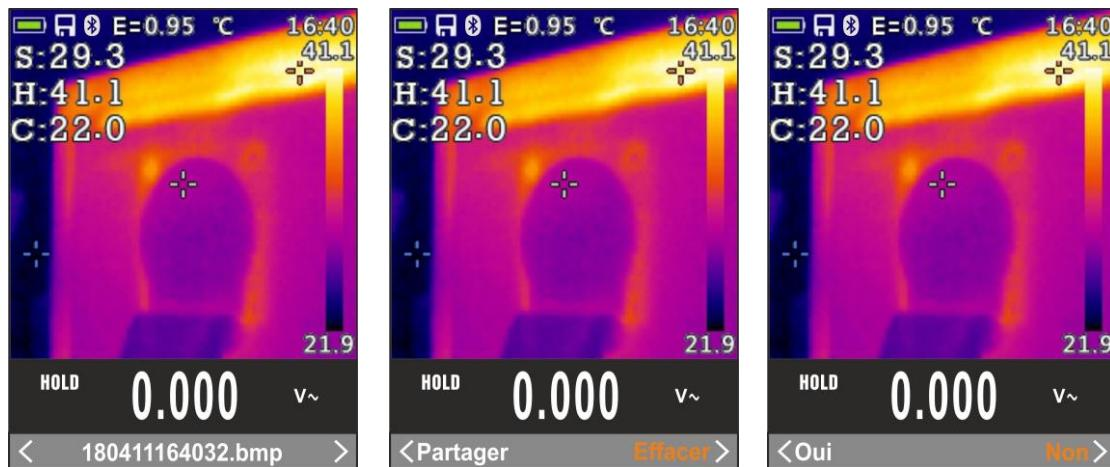

Fig. 42: Ouverture et suppression d'une image IR
11. Entrer dans le Menu général pour revoir le résultat sauvegardé (voir Fig. 42 – partie gauche)